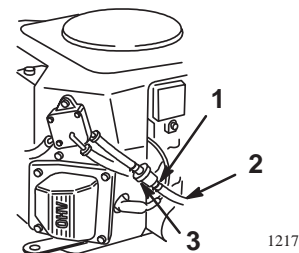

Abbildung 30
4. Die Enden der Schlauchklemme zusammendrücken und an der Kraftstoffleitung nach oben zum Kraftstofftank schieben (Abb. 30).
5. Die Kraftstoffleitung vom Filter ziehen (Abb. 30). Den Kraftstoffhahn öffnen und das Benzin in einen Benzinkanister oder eine Auffangschale laufen lassen.